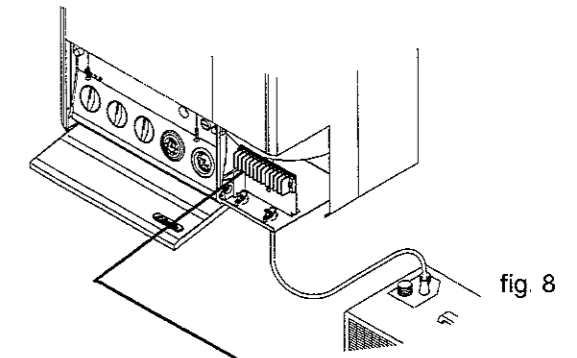

fig. 8
- smontare il mantello dopo aver svitato le viti poste sul bordo inferiore dello stesso (fig. 8);